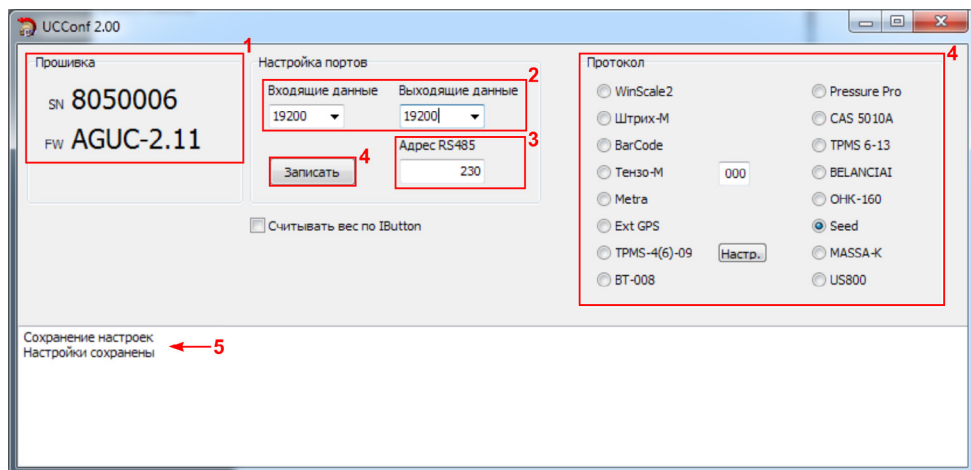

Рис.1. Настройка адаптера интерфейсов.
- Если устройство подключено верно и в системе установлены драйвера устройства, то настройки будут считаны в программу. Серийный номер и версия микропрограммы подключенного адаптера отображаются в блоке «Прошивка» программы (Рис.1, п.1).
- Далее выбрать скорость входных и выходных данных (Рис.1, п.2).
- Выбрать протокол входящих данных (Рис.1, п.3). При выборе протокола автоматически включается шина данных, соответствующая выбранному протоколу, другая шина автоматически отключается. Все протоколы и устройства, кроме протокола «TPMS-4(6)-09», доступные в текущей версии программы «UCConf», работают с шиной RS-232. Данные в протоколе «TPMS-4(6)-09» принимаются по шине RS-485.
- После настройки всех параметров адаптера необходимо сохранить настройки в устройство, нажав кнопку «Записать» (Рис.1, п.4).
- При успешном сохранении настроек в окне состояния появится соответствующее сообщение (Рис.1, п.5).